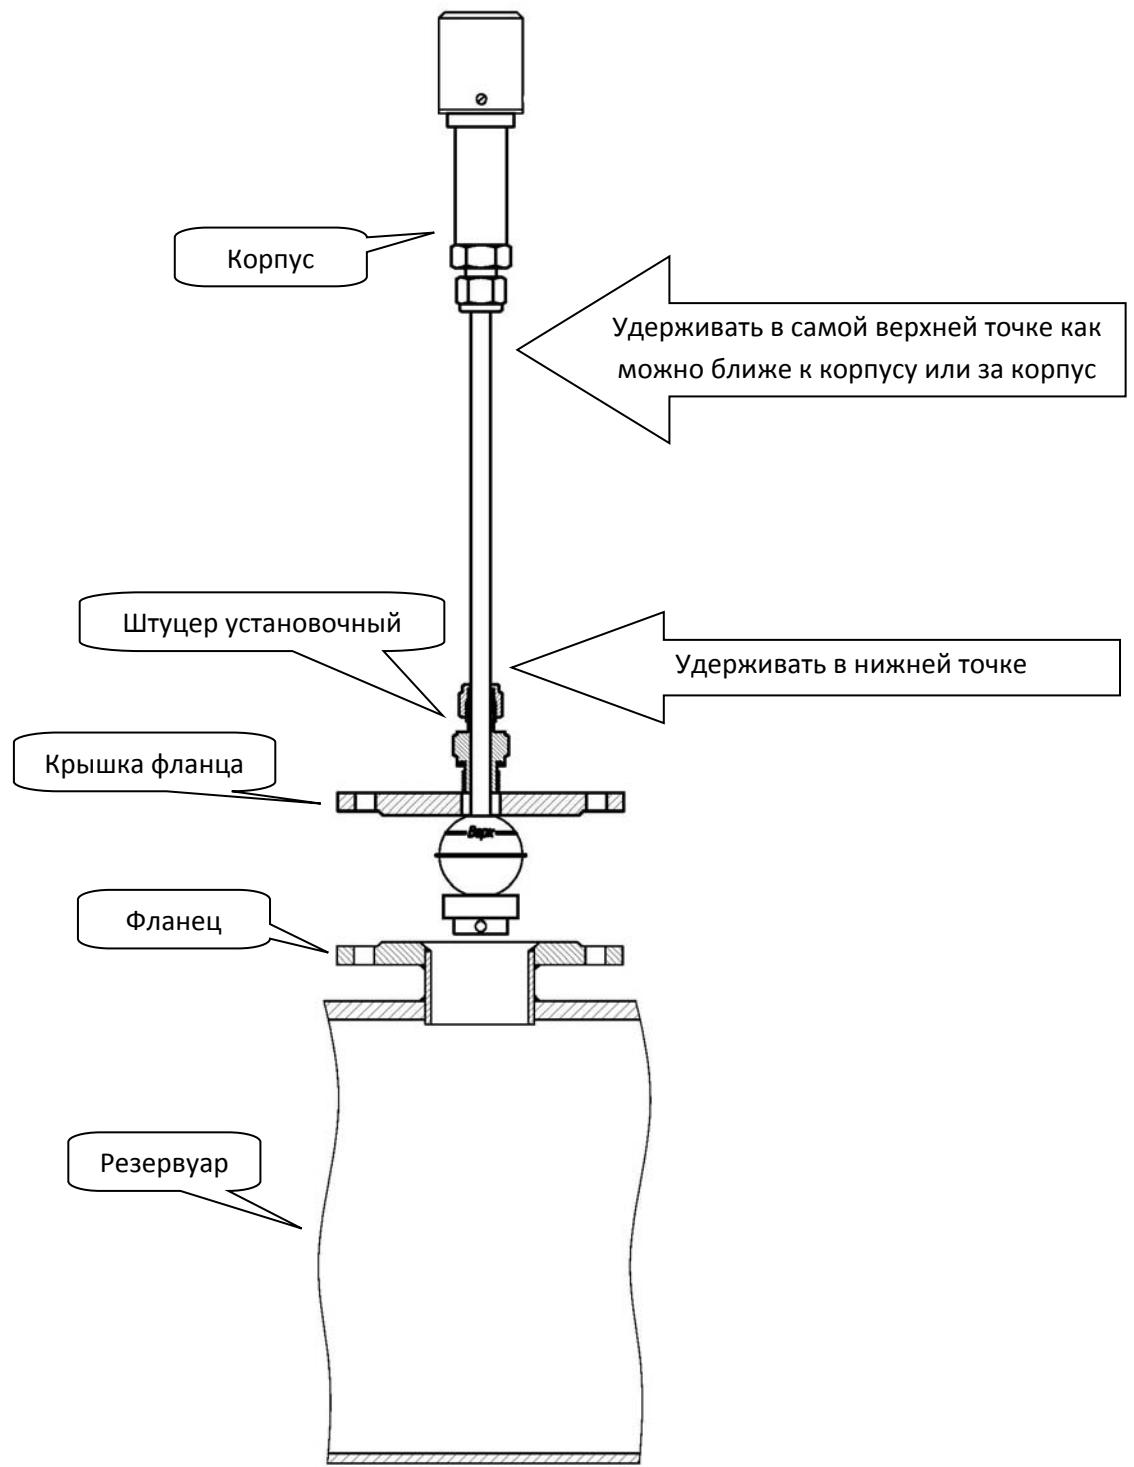

Рисунок 13 - Правильное расположение и удерживание уровнемера над резервуаром с фланцем на патрубке
A.11. Для предотвращения нарушения геометрии измерительного элемента (остаточной деформации трубы измерительного элемента), поднимите уровнемер над монтажным патрубком, удерживая его как минимум в двух точках (см. рис. 13):